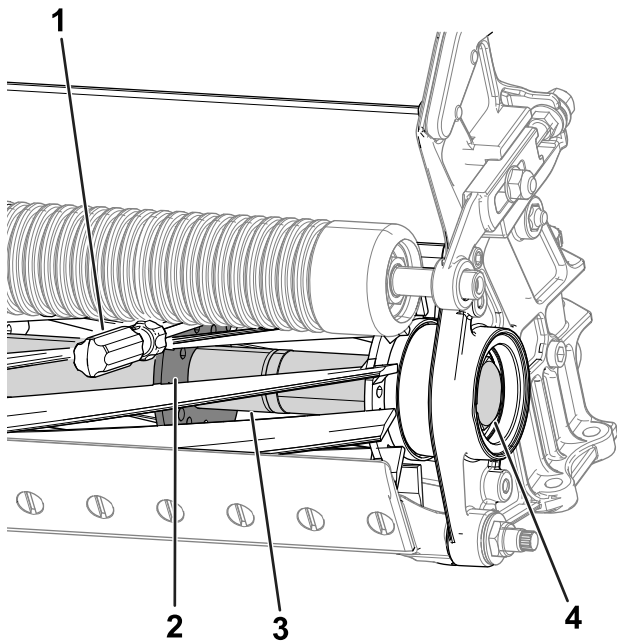

Figura 27
2. Inserite un piede di porco con manico lungo ( $\frac{3}{8}$ " x 12" raccomandato con manico a cacciavite) attraverso la parte inferiore del cilindro di taglio, più vicino al lato dell'apparato di taglio da serrare (Figura 27).
3. Posizionate il piede di porco contro il lato di saldatura della piastra di supporto del cilindro (Figura 27).